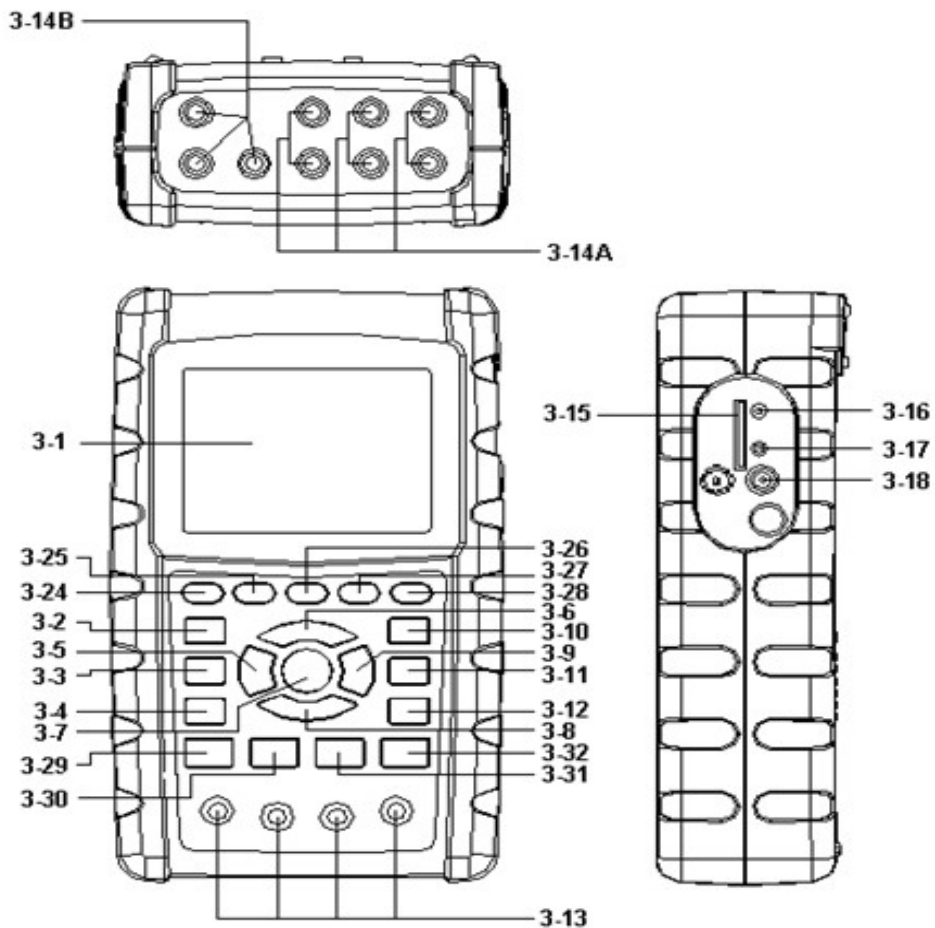

Fig. 1
- 1) POWER KEY (3-7, Fig. 1) :
- 2) 1 Φ 3 Φ (phase/wire) KEY (3-2, Fig. 1) :
- 3) A (current) RANGE KEY (3-10, Fig. 1) :
- 4) REC KEY (3-9, Fig. 1) :
- 5) HOLD KEY (3-5, Fig. 1) :
- 6) BACKLIGHT KEY (3-6, Fig. 1) :
- 7) SETUP KEY (3-12, Fig. 1) :
- 8) EXIT KEY (3-8, Fig. 1) :